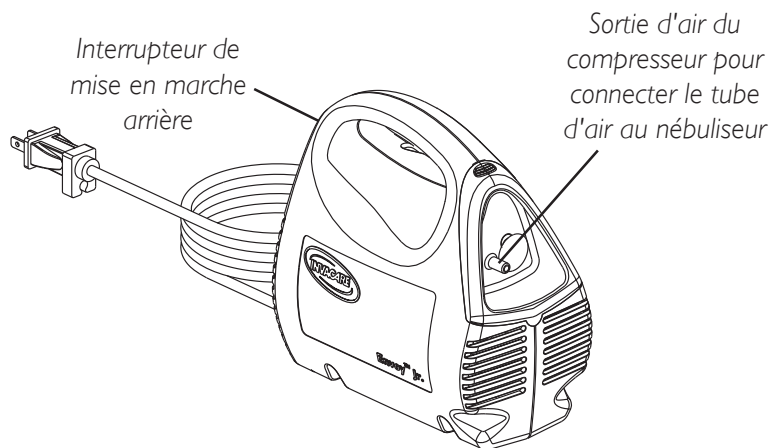

FIGURE 1 - EMBLACEMENT DE LA SORTIE D'AIR DU COMPRESSEUR
2. Fixer un bout du tube du nébuliseur à la sortie d'air du compresseur (**FIGURE 1**).